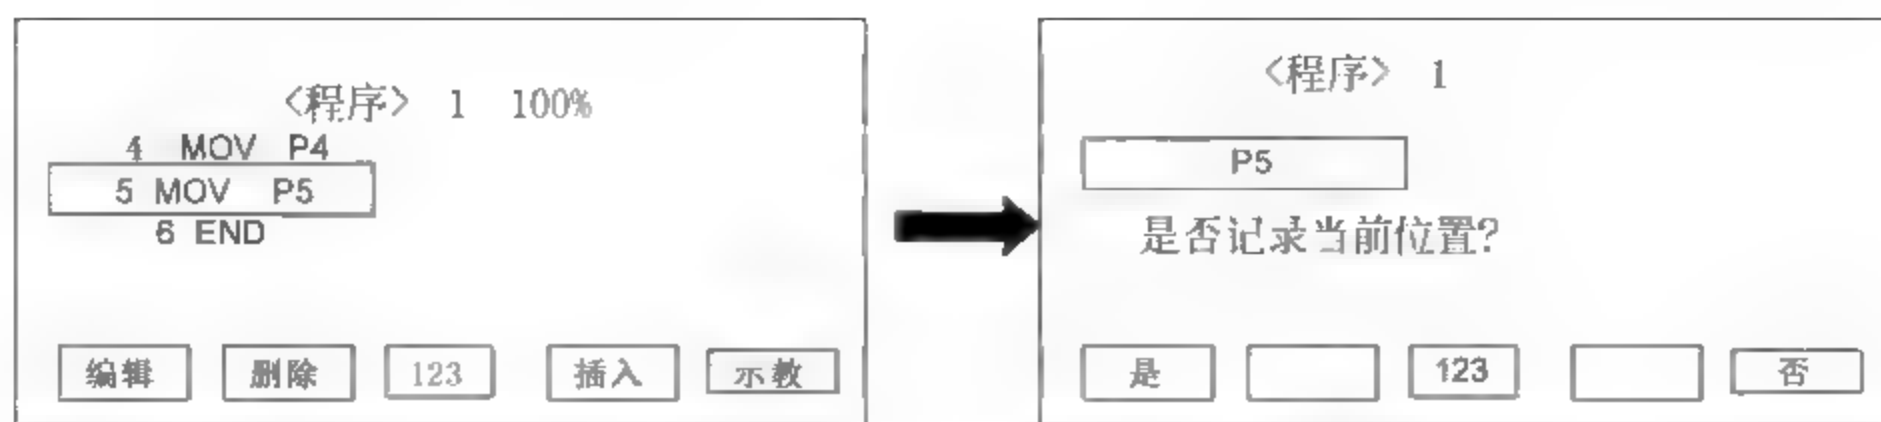

图 4-12 进入“示教确认”界面
- (1) 在“指令编辑”界面进行的示教操作。
① 使用 JOG 功能,将机器人直接移动到(预定的)P5 点,并在显示屏上观察“当前点”的数据。
② 在“指令编辑”界面选择程序行“5 MOV P5”。
③ 选择按下对应“示教”功能的按键 F4,进入“示教确认”界面,如图 4-12 所示。